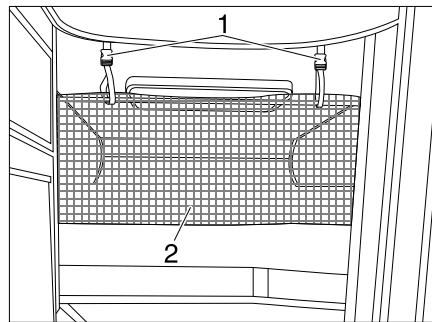

Fig. 167 Filet de sécurité
Le filet de sécurité (Fig. 167,2) est rangé de série entre le matelas et le sommier à lattes. Ne tendre le filet de sécurité qu'une fois que la personne se trouve dans le lit.
- Faire s'enclencher les sangles de retenue (Fig. 167,1) dans les œillets du plafond.